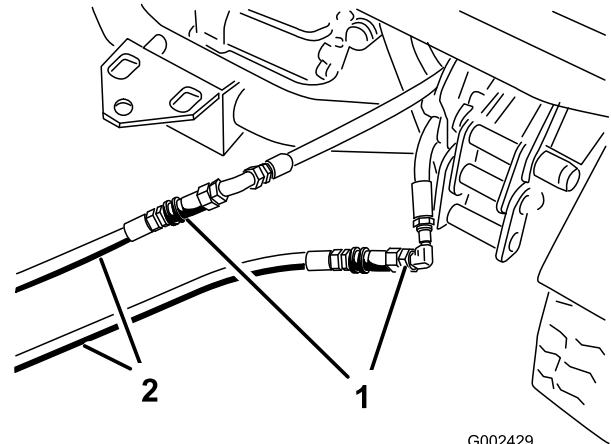

Bild 72
3. Schließen Sie am defekten Fahrzeug die beiden Anlasserschläuche an die Schläuche an, die abgeschlossen wurden (Bild 72). Verschließen Sie nicht verwendete Anschlüsse.